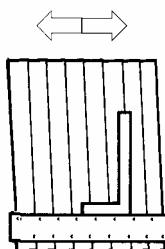

Рис. 12
- пока топка собрана, но не затянута, вы можете распределить зазоры путем нескольких последовательных нажатий вбок (см. рис. 12).
- перпендикулярность между обратным коллектором и секциями (см. рис. 12).